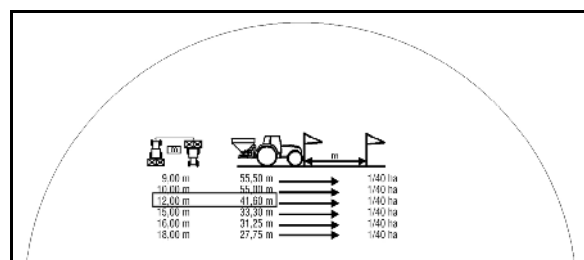
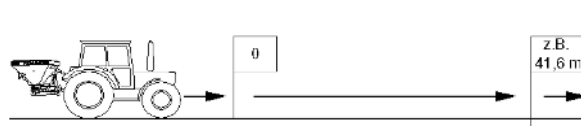

图 70
图 71
3. 从列线图表格（图 70）或量盘（图 71）背侧可读取针对所需工作宽度（12 m）的相应测量距离（41.6 m）。